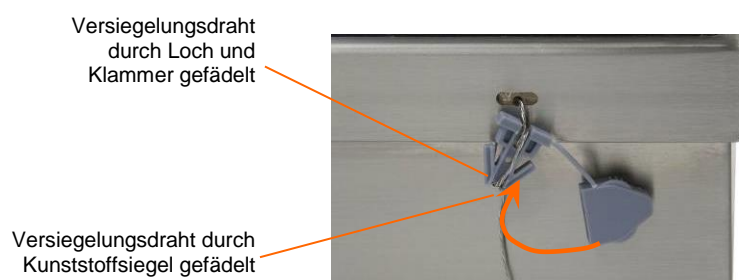

Abbildung 1-13: Siegel eingefädelt und zum Verschluss bereit
Einzelheiten zum Versiegeln des T72XW-Terminals entnehmen Sie Abbildung 1-13. Befolgen Sie außerdem diese Schritte:
1. Es muss sichergestellt werden, dass in Setup unter **Waage> Typ > Zulassung** die entsprechende Zulassungsregion gewählt wurde und dass der Metrologie-Sicherheitsschalter SW1-1 in der Position EIN steht (siehe Abbildung 1-13 und Tabelle 1-4).
3. Fädeln Sie das Ende des Drahtkabels durch das Loch im Kunststoffsiegel (siehe Abbildung 1-13), beseitigen Sie noch eventuell vorhandenes Kabelspiel und lassen das Siegel einrasten.